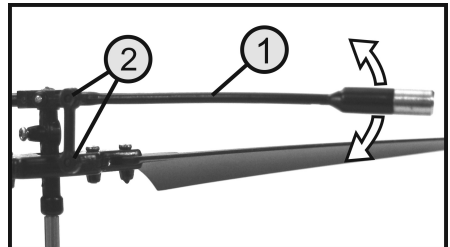

Bild 6
Bewegen Sie die Fliehgewichtstange an einer Seite von Hand auf und ab (siehe Pfeile in Bild 6) und prüfen Sie dabei die Leichtgängigkeit der beiden Kugelgelenke (2).